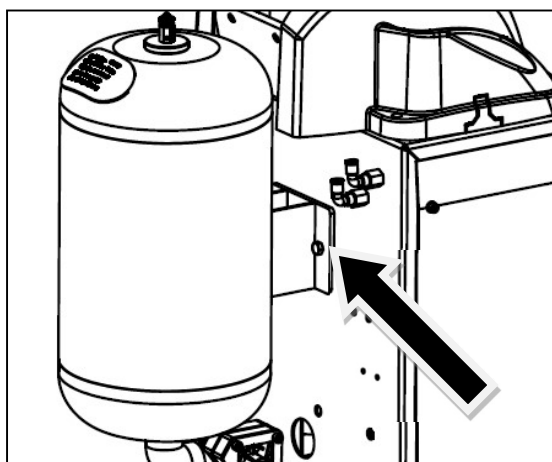

図 4
- サイドパネルを取り外し、M8x20 ボルト 2 個、フラットワッシャー、弾性ワッシャー、ナットを使用して、本体にエアータンクを固定します。(図4 参照)